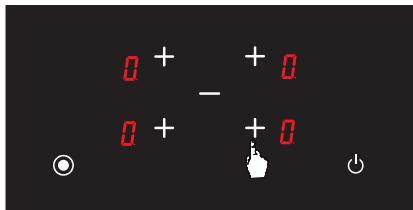

Рис. 6
2. Натисніть кнопку вибору відповідної конфорки. Після першого дотику на індикаторі відповідної конфорки відобразиться значок  (Див. рис. 6). Крім того, після першого дотику стануть доступними функції кнопки вибору відповідної конфорки за допомогою кнопок  та .